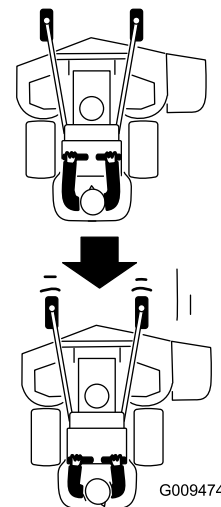

Bild 22
2. Ziehen Sie die Fahrtriebshebel langsam nach hinten (Bild 22).